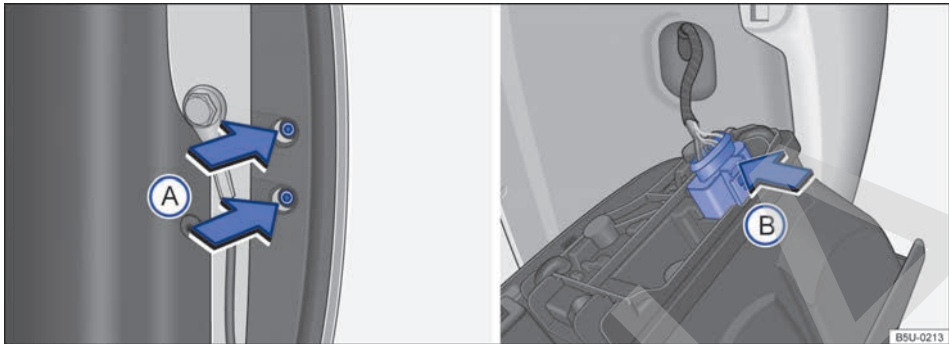

Fig. 195 Lateralmente en el compartimento de carga: desatornillar los tornillos de fijación de la linterna y retirar el conector de alimentación del conjunto.
3. Remover los tornillos de fijación ⇒ fig. 195 (A).
4. Tirar cuidadosamente de la linterna hacia afuera, para desencajarla de la carrocería ⇒ (D).
5. Desencajar el conector de alimentación de las lámparas de la luz presionando el conector en el sentido de la flecha (B), para remover totalmente la luz.